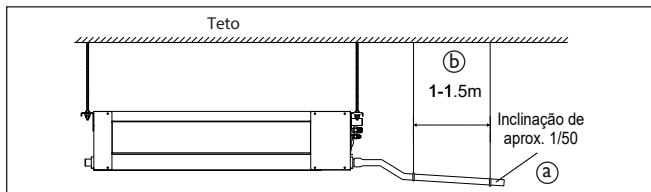

FIG. 45
- Para evitar que a água de condensado escorra para trás, retornando à unidade, o tubo de drenagem deverá ter uma inclinação (um pequeno declive) para baixo em direção ao lado de saída, considere aproximadamente  $2^\circ$  (1/50) para esta inclinação. Evite qualquer saliência (tal como um degrau) ou depósito de água na tubulação. (Fig. 45 - Detalhe "a")
- Não estique (arraste) demasiadamente o tubo de drenagem ao conectá-lo, para impedir que o corpo venha a puxá-lo. Entretanto, um ponto de suporte deve ser definido a cada 1,0 metros - 1,5 metros, para evitar que o tubo de drenagem perca eficiência (Fig. 45 - Detalhe "b"). Opcionalmente você pode amarrar o tubo de drenagem com o tubo de ligação para fixá-lo.